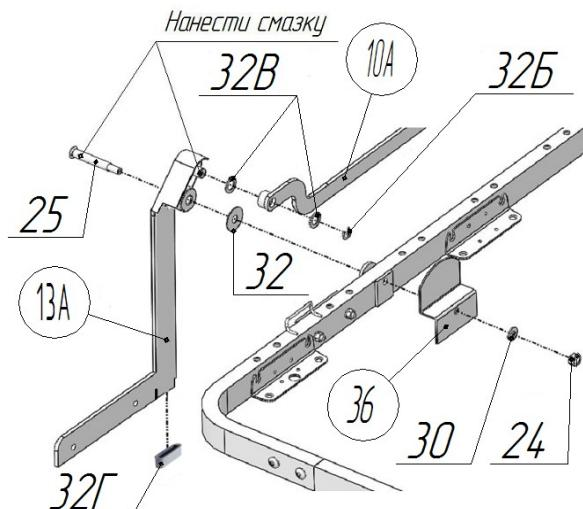

Рис.6.1
6. Присоединить к опорам поз.13, 13А пятки поз.32Г в соответствии с рисунками 6.1 и 6.2. На ось опоры левой поз.13А нанести смазку поз.34, надеть шайбу поз.32В, присоединить тягу левую поз.10А, надеть ещё одну шайбу поз.32В (рис.6.1,6.2). Установить в канавку оси стопорное кольцо поз.32Б до защёлкивания и лёгкого проворачивания. Нанести смазку поз.34 на ось опоры поз.25. Вставить ось опоры поз.25 во втулку опоры левой, надеть на ось шайбу поз.32, вставить ось с надетой опорой в отверстие в раме кровати (рис.6.1,6.2). Надеть в соответствии с рисунками 6.1,6.2 на ось поз.25 щиток поз.36. Установить шайбу поз.30, навинтить и затянуть до упора гайку M8 со стопорным кольцом поз.24 (рис.6.1,6.2).